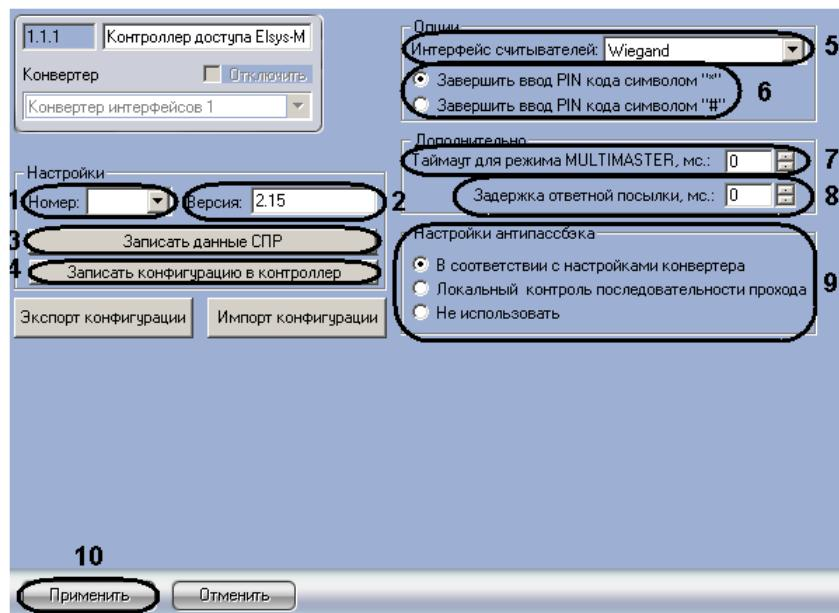

Рис. 3.3-4 Панель настроек объекта Контроллер доступа Elsys-MB SM
2. Перейти на панель настроек объекта Контроллер доступа Elsys-MB SM (Рис. 3.3-4).
3. Из раскрывающегося списка **Номер:** выбрать уникальный идентификатор контроллера (см. Рис. 3.3-4, 1).
4. Ввести версию контроллера в соответствующем поле (см. Рис. 3.3-4, 2).
5. Выбрать формат кода электронного идентификатора в раскрывающемся списке **Интерфейс считывателей:** (см. Рис. 3.3-4, 5).
6. Установить переключатель в необходимое положение (см. Рис. 3.3-4, 6). Описание положений приведено в Таб. 3.3-1.
7. Установить с помощью кнопок **вверх-вниз** в поле **Таймаут для режима MULTIMASTER, мс:** значение, которое определяет время ожидания контроллером посылки очередного пакета данных при использовании режима обмена MULTIMASTER в миллисекундах (см. Рис. 3.3-4, 7).
8. Установить с помощью кнопок **вверх-вниз** в поле **Задержка ответной посылки, мс:** значение, которое определяет время задержки ответной посылки при использовании режима обмена MULTIMASTER в миллисекундах (см. Рис. 3.3-4, 8).
9. Установить переключатель в поле **Настройки антипассбэка** в необходимое положение (см. Рис. 3.3-4, 9). Описание положений приведено в Таб. 3.3-2.
10. Для сохранения внесенных изменений нажать кнопку **Применить** (см. Рис. 3.3-4, 10).
12. Для записи установленной конфигурации контроллера в устройства СКУД Elsys нажать кнопку **Записать конфигурацию в контроллер** (см. Рис. 3.3-4, 4).
13. Нажать кнопку **Записать данные СПР** для синхронизации данных (пользователи, временные зоны и другие) модуля *Служба пропускного режима* с объектом **СКУД Elsys** (см. Рис. 3.3-4, 3).